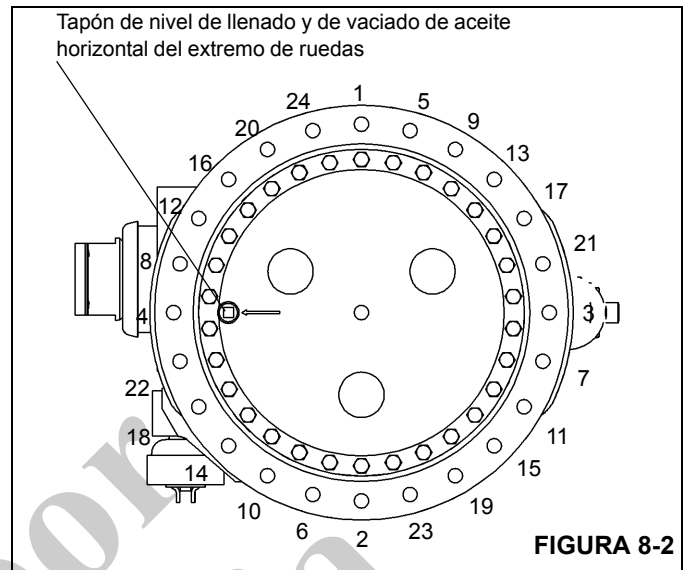

FIGURA 8-2
1. Coloque el conjunto de rueda en los espárragos de montaje. Instale las tuercas de rueda y apriételas a 50 lb-pie (70 Nm) siguiendo la secuencia ilustrada en la (Figura 8-2).
3. Apriete las tuercas de rueda a un valor de 340 a 360 lb-pie (461 a 488 Nm) siguiendo la secuencia ilustrada en la Figura 8-2.